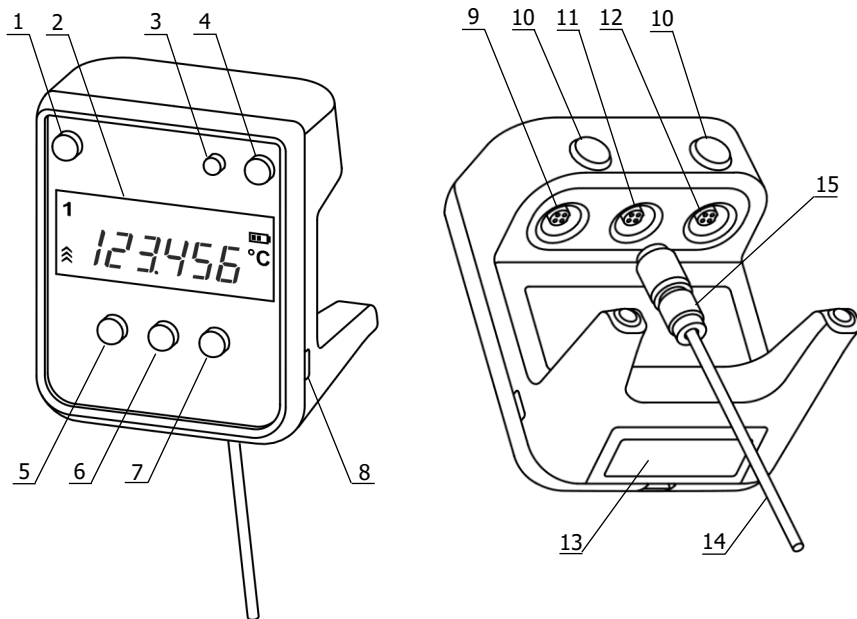
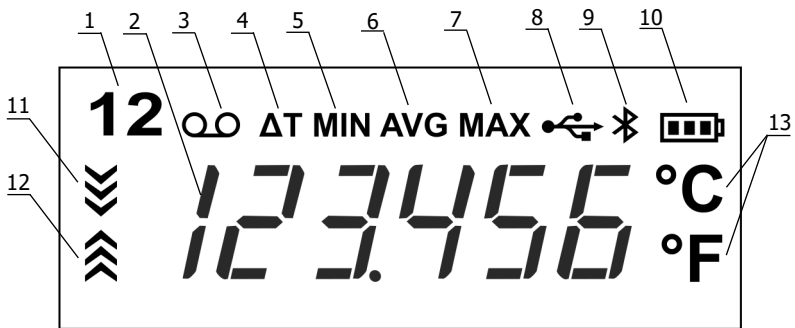

Рисунок 1 — Внешний вид термометра
Рисунок 2 — Дисплей термометра
2.2.2 При подключении датчика температуры с разъемным соединением к электронному блоку, следует совместить ключи на разъеме датчика 15 (рисунок 1) и разъеме электронного блока 11, затем вдвинуть датчик до упора и зафиксировать его при помощи резьбового соединения кожуха разъема.
2.2.3 Включить питание термометра кнопкой 4 (рисунок 1). Прибор не требует предварительного прогрева и сразу же готов к работе.
2.3.2 Для термометра с двумя каналами измерений температуры переключение каналов выполняется нажатием кнопки 1 (рисунок 1). При этом на дисплее отображается индикатор номера канала 1 (рисунок 2).
2.3.3 Для оценки направления и скорости изменения температуры служат индикаторы 11 и 12 (рисунок 2), которые загораются при уменьшении или увеличении измеряемой температуры соответственно. Чем
2.4.2 Состояние элементов питания отображается на дисплее индикатором 10 (рисунок 2). Чем меньше «полосок» содержит символ батареи, тем сильнее разряжены элементы питания. Признаком необходимости замены элементов питания является индикатор без «полосок».
2.4.3 Для замены элементов питания открыть крышку батарейного отсека 13 (рисунок 1), извлечь старые элементы и установить новые, соблюдая полярность.
2.5.2 Для запуска/остановки записи результатов измерений в память, нажать кнопку 7 (рисунок 1). Когда запись результатов включена, отображается индикатор 3 (рисунок 2). Запись выполняется циклически, т.е. когда вся память будет заполнена, при добавлении очередного результата, будет стираться самый «старый» результат.
2.6.1 При проведении измерений термометр, начиная с момента включения, непрерывно отслеживает значения минимальной, средней и максимальной температуры для каждого измерительного канала. Многократное нажатие кнопки 6 (рисунок 1) последовательно выводит на дисплей значения этих температур вместе с соответствующим индикатором 5–7 (рисунок 2).
2.6.2 Для термометра с двумя каналами измерений температуры дополнительно имеется функция определения разности температур ( $\Delta T$ ), измеренных датчиками первого и второго каналов. Результат  $\Delta T$  можно вывести на дисплей, нажимая кнопку 6 (рисунок 1) до появления индикатора 4 (рисунок 2).
2.7.2 Для переключения между единицами измерений температуры нажать кнопку 5 (рисунок 1) и, удерживая ее, нажать кнопку 6.
2.8.2 Для изменения количества знаков после запятой нажать кнопку 5 (рисунок 1) и, удерживая ее, нажать кнопку 7.
2.9.2 Переход в режим секундомера и обратно выполняется нажатием кнопки 1 (рисунок 1).
- включить термометр, при этом на дисплее отображается индикатор 8 (рисунок 2);
2.11.2 Включение/выключение модуля осуществляется нажатием кнопки 3 (рисунок 1). Когда модуль включен, на дисплее отображается индикатор 9 (рисунок 2).